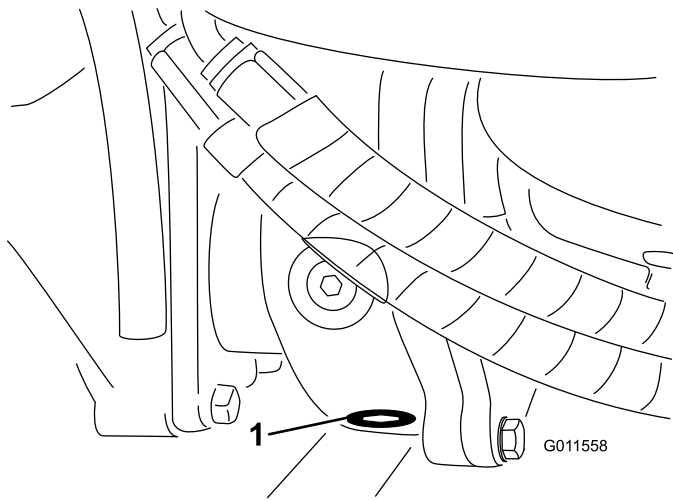

Рисунок 67
- Очистите область вокруг сливной пробки на нижней стороне редуктора (Рисунок 67).